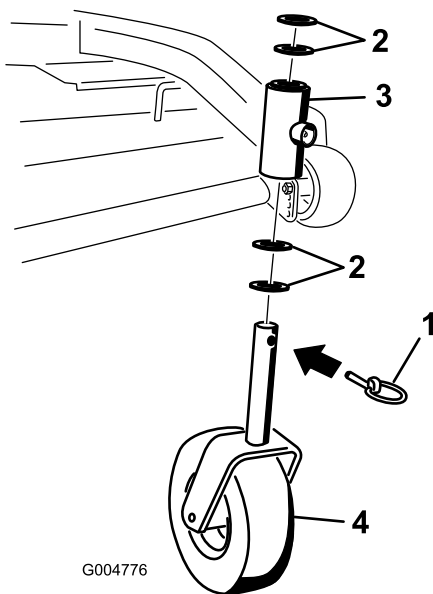

Figure 37
2. Enlevez la goupille de sécurité et la ou les entretoise(s) du haut de la chape de la roue pivotante (Figure 37).
6. Vérifiez l'usure de la chape de la roue pivotante et remplacez-la le cas échéant (Figure 37).
7. Insérez la chape dans les bagues à l'intérieur du tube de montage. Remplacez la ou les entretoise(s) sur la chape et fixez-les avec la bague de retenue (Figure 37).